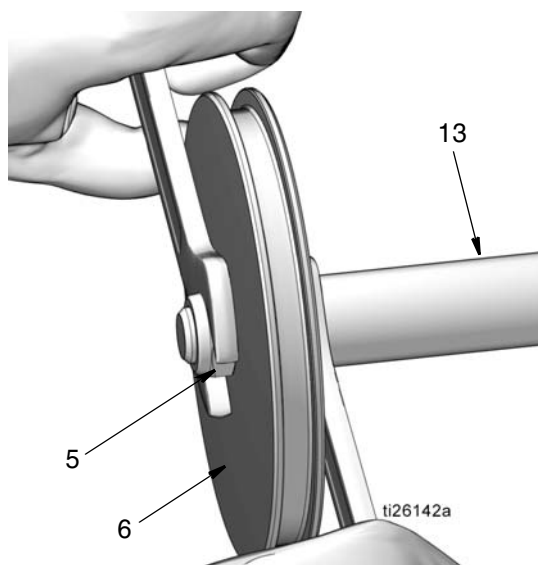

FIG. 48
- Monter l'écrou (5) sur l'extrémité de la tige de piston (13). Tourner deux clés dans le sens opposé l'une de l'autre pour serrer l'écrou. Poser une clé à fourche sur les méplats de la tige de piston ; la seconde clé est utilisée pour serrer l'écrou (5) comme indiqué à la FIG. 48.
**REMARQUE :** La clé à fourche posée sur les méplats de la tige de piston n'est utilisée que pour tenir fermement la tige, **ne pas faire** tourner cette clé. Faire tourner cette clé pourrait rayer ou endommager la surface du piston et entraîner des fuites de liquide pendant le fonctionnement de la pompe. Ne faire tourner que la clé posée sur l'écrou (5) pour le serrer. Serrer à un couple de 20,3 à 23,1 N•m (15 à 17 po-lb).